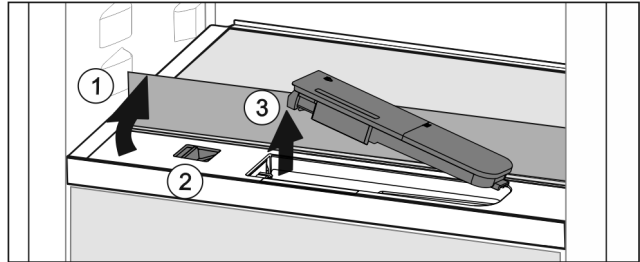

Fig. 48
- ▶ Levante la plancha de cristal y bájela hacia atrás hasta el tope Fig. 48 (1).
- ▶ Desplace la compuerta Fig. 48 (2) hacia la izquierda.
- ▶ Retire el depósito de agua Fig. 48 (3).